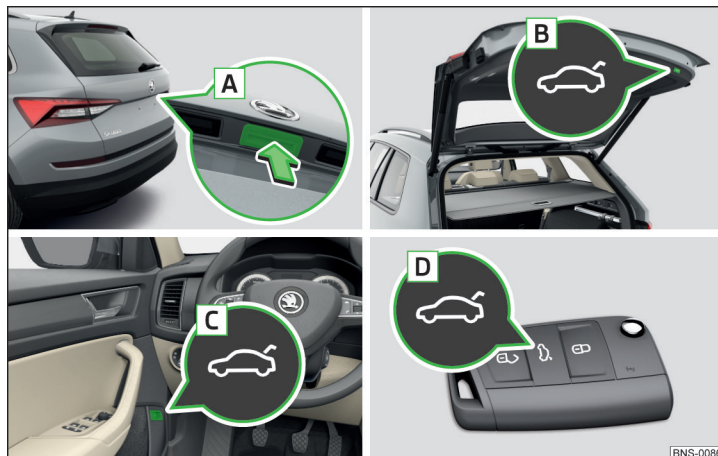

Abb. 45 Klappenbedienug
- ▶ Durch das Drücken des Griffs **A** » Abb. 45.
- ▶ Durch das Drücken der Taste **B** » Abb. 45.
- › Die Taste **B** » Abb. 45 auf Seite 62 gedrückt halten, bis ein akustisches Signal ertönt.
Die Klappe reagiert nicht auf ein Öffnungssignal	Entfernen eines eventuellen Hindernisses (z. B. Schnee), erneutes Öffnen der Klappe » Seite 62 Drücken des Griffs A » Abb. 45 auf Seite 62 und Ziehen der Klappe nach oben